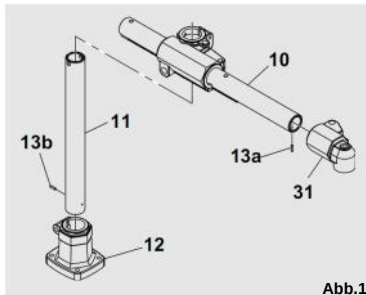
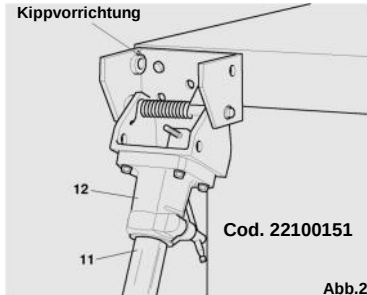

Abb.1
Abb.2
Im Fall, dass der Stativ auf einer eventuellen "Kippvorrichtung" (siehe Abb. 2) montiert wird, sorgt das Sicherheitssystem (**Elastic Pin System**) durch den Zapfen (13b) (siehe Abb.1) dafür, dass sich, auch wenn der Handgriff nicht blockiert wurde, das senkrechte Rohr (11) nicht aus der Basis (12) lösen kann.
Das Sicherheitssystem gilt auch für das waagerechte Rohr (10) (siehe Abb.1), da der Zapfen (13a) verhindert, dass sich die Pfeife nicht vom Rohr löst.